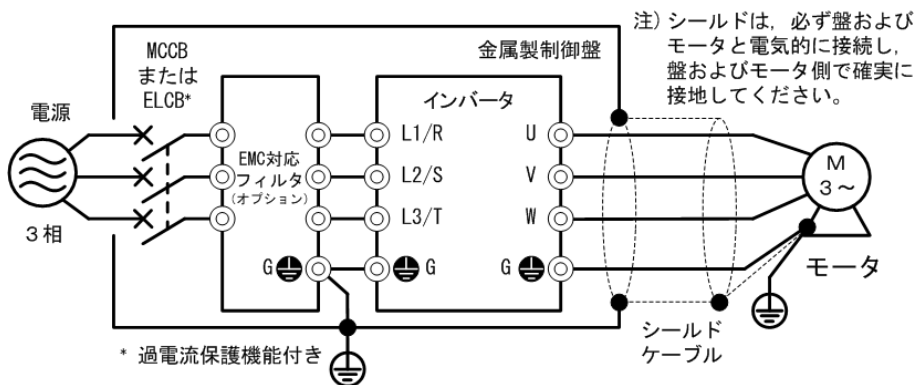

図 G. 1-2 EMC 対応フィルタ（オプション）設置方法
- 3) 放射ノイズが規格を超える場合は、図 G. 1-2 に示すように金属製の盤内にインバータおよび周辺機器を設置してください。